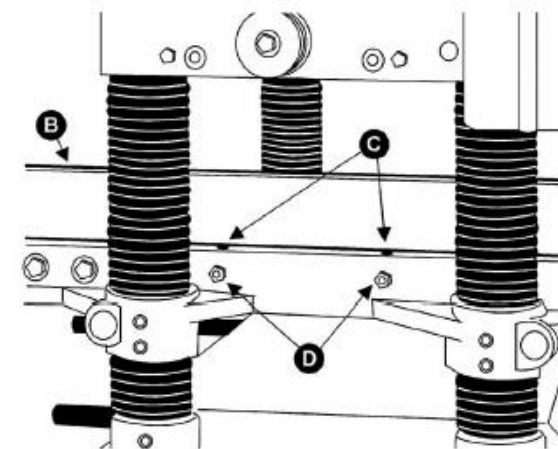

Рис. 14
2. Положить поверочную линейку (*Рис. 14, В*) на оба ролика.
3. С одной стороны стола ослабить винты (*Рис. 14, С*) шестигранным ключом и поворачивая эксцентриковые валы (рис. 14, D), поднимать или опускать ролики.
4. При получении требуемой высоты затянуть винты (*Рис. 14, С*).